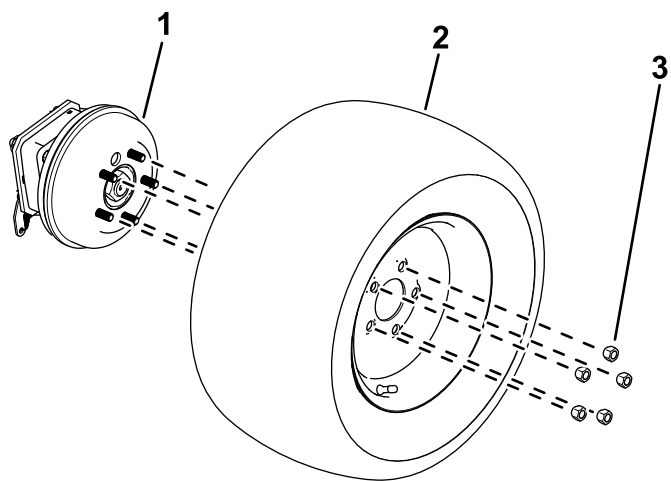

図 10
2. ホイールラグナットをゆるめて外す図 10。
3. 各ホイールハブから車輪を取り外す 図 10。
1. 先ほど外したラグナットを使って、タイヤをホイールハブに固定する 図 10。